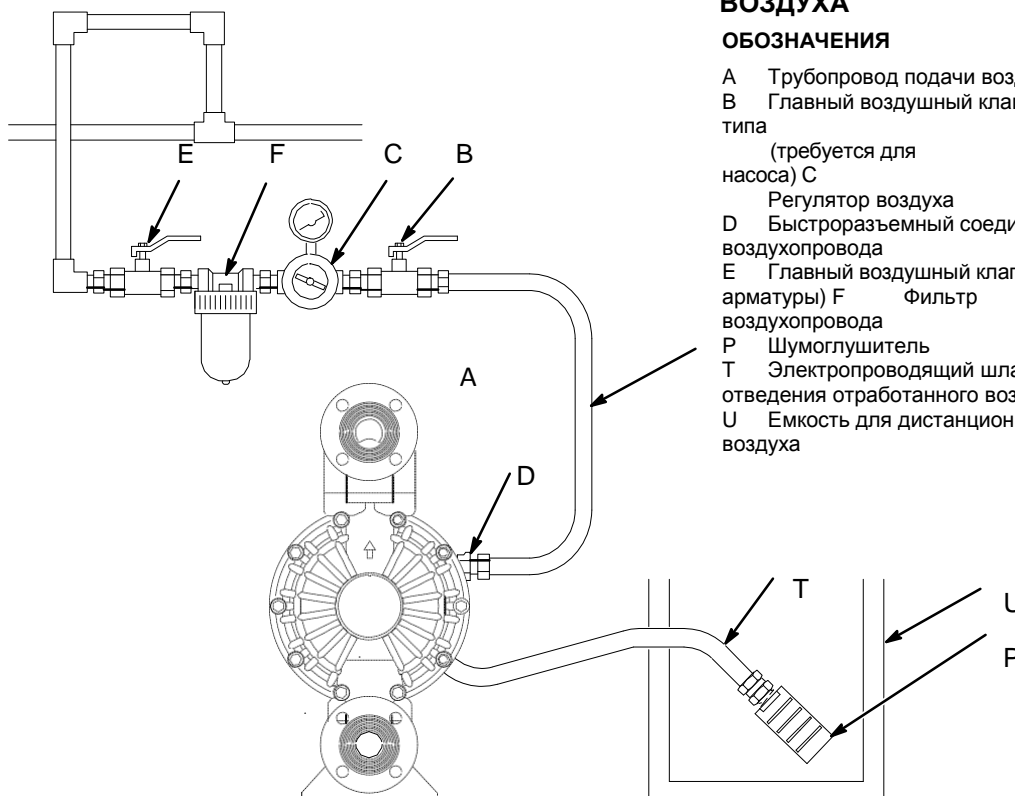

Рис. 6
Неисправность диафрагмы может привести к тому, что жидкость будет выкачиваться вместе с отработанным воздухом. Поставьте соответствующую емкость в конце трубопровода для отработанного воздуха, чтобы обеспечить сбор жидкости. См. Рис. 6.
1. Снимите шумоглушитель (P) с патрубка для отвода отработанного воздуха насоса.
2. Установите Электропроводящий шланг для отвода воздуха (Т) и подсоедините шумоглушитель (P) к другому концу шланга. Минимальный размер шланга для отвода воздуха составляет 19 мм по внутреннему диаметру. Если требуется шланг длиной более 4,57 м, воспользуйтесь шлангом большего диаметра. Не допускайте изгибов под острым углом или перекручивания шланга. См Рис. 6.
3. Поставьте емкость (U) в конце трубопровода вытяжной вентиляции воздуха, чтобы обеспечить сбор в нее жидкости в случае повреждения диафрагмы.